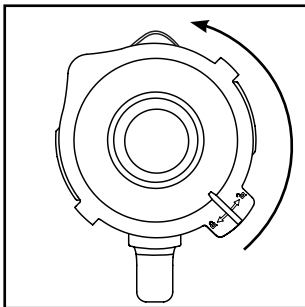

Fig. 1
- 1) Tournez le bol mixeur ③ dans le sens anti-horaire jusqu'à ce que la flèche ▼ située sous la poignée du bol mixeur se trouve sur la position . Détachez le bol mixeur ③ tout droit vers le haut du bloc moteur ⑥.
- 2) Retirez le couvercle ② en le tournant dans le sens anti-horaire en direction de la position  (voir fig. 1), jusqu'à pouvoir le retirer par le haut.
3) Remplissez le bol mixeur ③ au minimum jusqu'au trait inférieur de la graduation ③ et au maximum jusqu'au repère MAX. Pour d'excellents résultats, nous recommandons les quantités maximales suivantes :